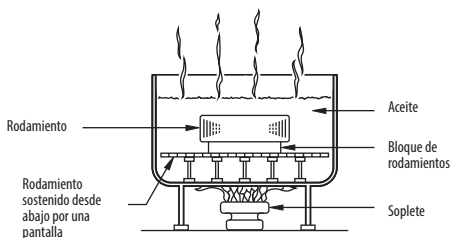

Fig. 16. Método de expansión por calor
- En la fig. 16 se muestra el baño de aceite. El rodamiento no debe estar en contacto directo con la fuente de calor.